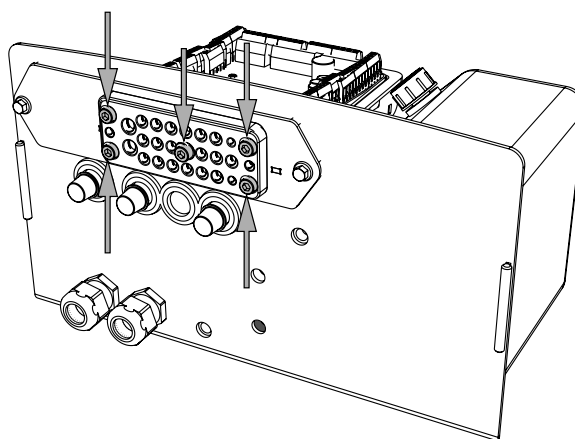

Bild 74. Kabelgenomföringens fem skruvar
1. Lossa kabelgenomföringens fem skruvar, se Bild 74. Kablar kan nu monteras/demonteras/justeras i kabelgenomföringen. Vid montering av kabel, ska kabeln monteras tillsammans med befintligt kablage med hjälp av buntband.
1. När alla kablar är på lämplig plats i kabelgenomföringen, dra åt de fem skruvarna, se Bild 74.